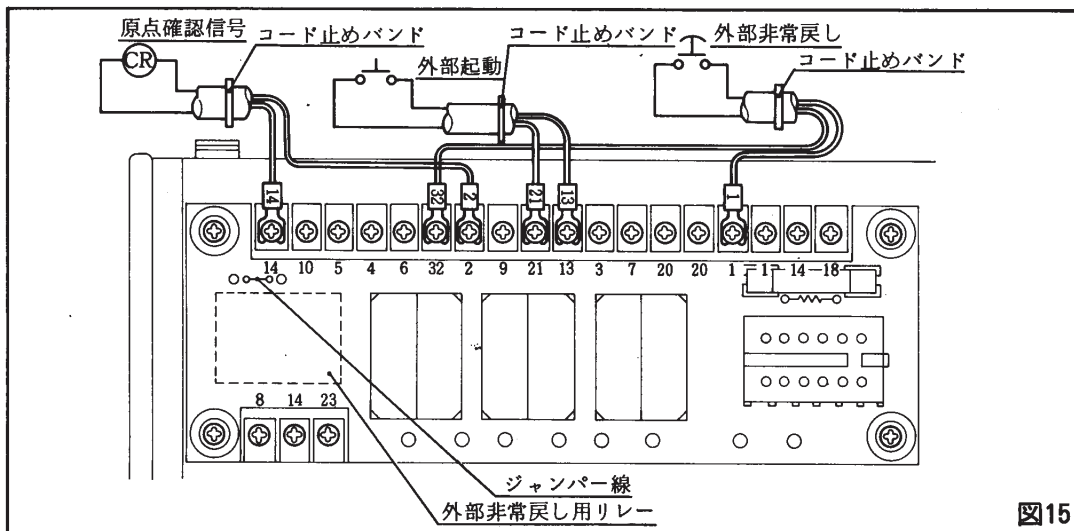

図15
## 2) 接続場所 (図15参照)
- ① 図15及びコントロールボックス回路図（16ページ）を参照して2番、14番にリレーのコイルを接続して下さい。
- ② 結線後コード止めバンドでコード抜けを防止して下さい。